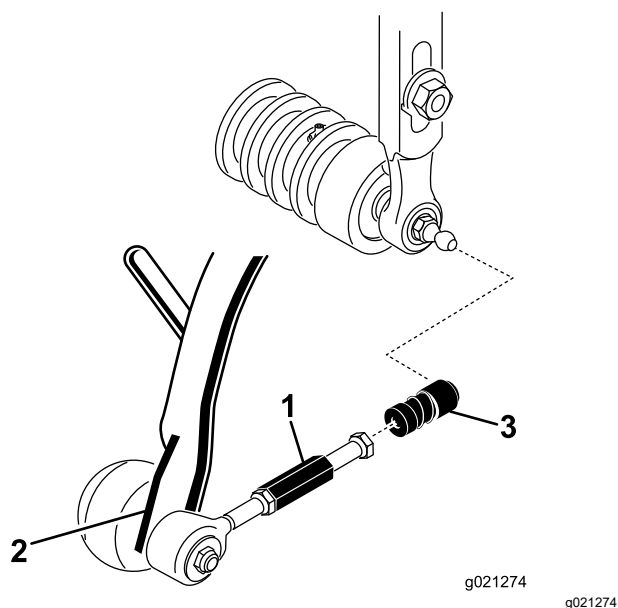

図 7
3. ボールジョイントのレシーバのスリーブを後ろにずらし、レシーバをカッティングユニットのボールスタッドに嵌め合わせる 図 7。